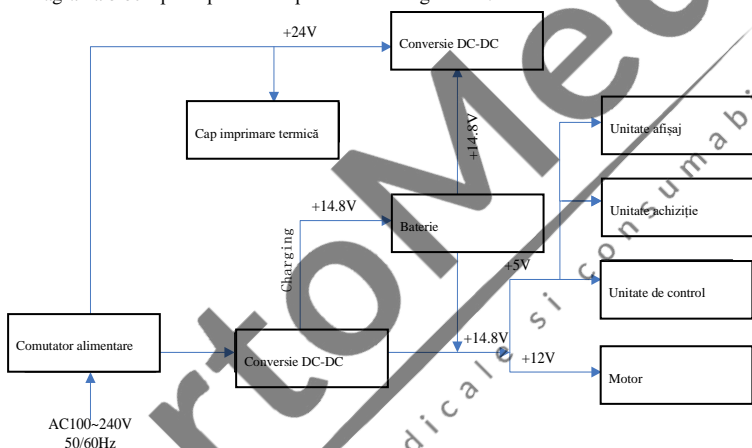

Figura 4-1 Diagrama bloc a principiului de alimentare
(2) Diagrama bloc a principiului este prezentată în Figura 4-1.